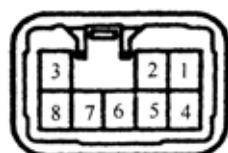

图 9-31
1) 断开转向信号闪光器连接器, 按照图 9-31 和表 9-9 所示, 检查连接器上的端子。